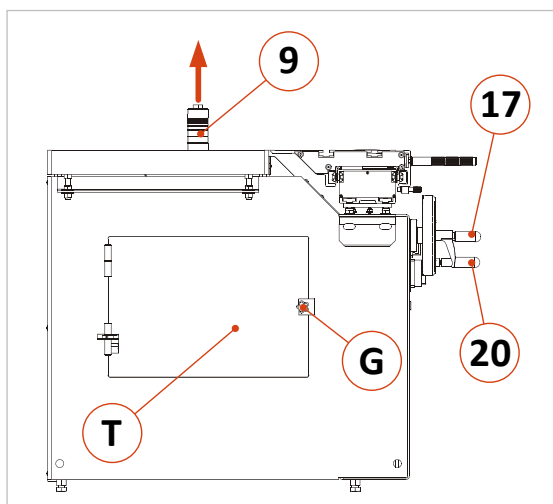
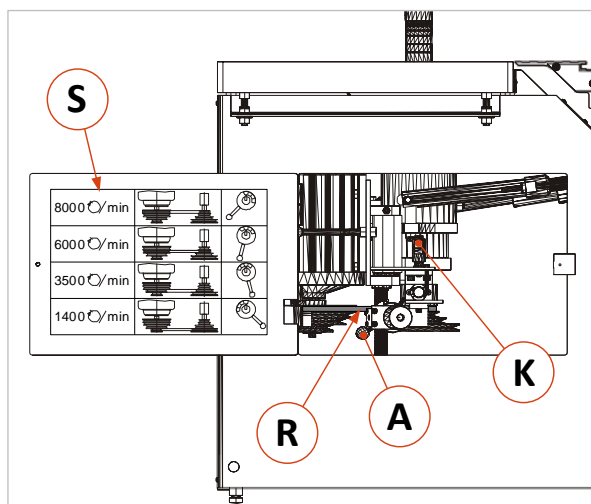

Abbildung 14: Wartungstüre
Abbildung 15: Drehzahleinstellung
- Nach dem Ausschalten und Verriegeln des Hauptschalters (1) lösen Sie den Klemmhebel des Handrads (20) zur Höhenverstellung und kurbeln Sie die Spindel (9) in die oberste Position (siehe ⇒ Abbildung 14).
- Danach Griffschraube (G) lösen und die Wartungstüre (T) auf der linken Seite öffnen (⇒ Abbildung 14).
- Öffnen Sie den Klemmhebel (K), um den Riemen zu lösen.
- Gelösten Riemen (R) mittels Hebel (A) auf gewünschte Drehzahl legen (siehe ⇒ Abbildung 15).